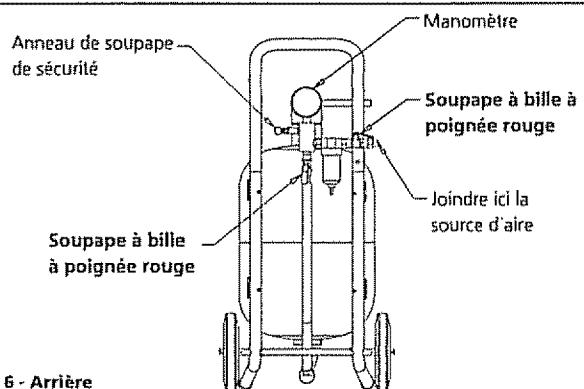

Figure 6 - Arrière
5. Ouvrir la soupape à bille à poignée rouge à l'arrière du réservoir. Ceci permet l'entrée de l'air comprimé dans le tuyau de matériel et le pistolet de décapage (voir figure 6).